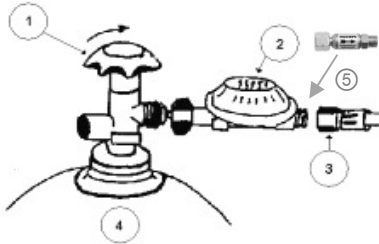

Fig. 4
- ① Válvula de la bombona de gas
- ② Regulador de presión
- ③ Manguera de gas
- ④ Botella de gas
- ⑤ Protección contra rotura de la manguera
- Fije a la bombona de gas ④ al regulador de presión correspondiente ② (fig. 4) por medio de la tuerca de latón.
- Entre el regulador de presión y la manguera de gas, coloque la protección contra rotura de la manguera ⑤ (como en la fig.)
- Al final conecte la manguera de gas ③ al regulador de presión ②.